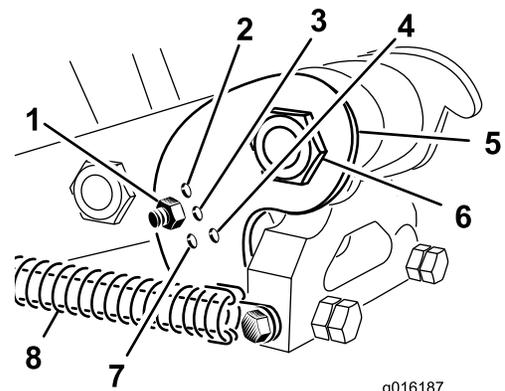

図 36
キャンバ・ブラケット (図 36) を、使用するティンに合った正しい位置にセットしてください。ヘッド・ストップのセット位置は基本的に 5ヶ所ですが、調整ロッドを通す穴を選択することにより、ヘッド・ストップのセット位置が 5ヶ所のうちの 1 つに決まります。これらの穴は事前に設定されており、たとえば、場合によっては、12インチ位置で10インチのティンを使うと、より滑らかな仕上がりとなります。
3. タイン・ヘッドにかかっているスプリングのテンションを解除する (図 36)。
4. キャンバ・ブラケットの調整穴についているボルトとナットを外す (図 36)。
5. キャンバ・ブラケットを回転させて、アームについている穴のうちの希望する穴に合わせ、ボルトとナットを取り付ける (図 36)。